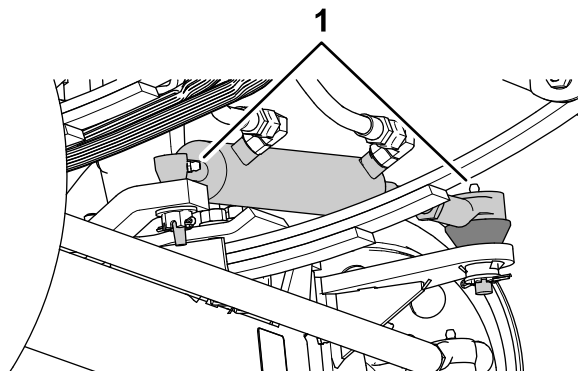
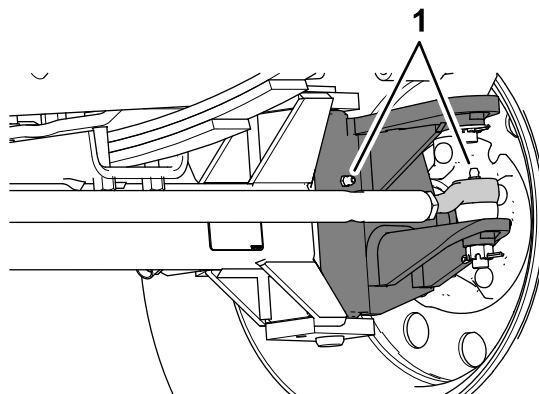

Figura 59
Figura 60
1. Limpie los engrasadores (Figura 59 y Figura 60).
2. Bombee grasa en los engrasadores (Figura 59 y Figura 60).
Nota: La ubicación de los engrasadores se indica en Figura 59.